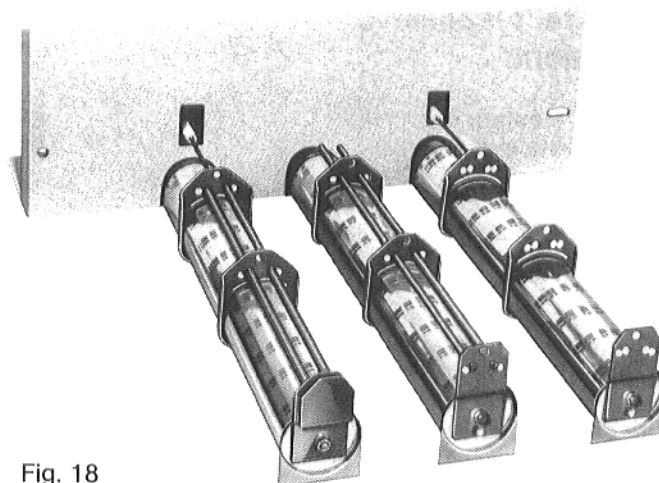

Fig. 18
- Per la pulizia delle rampe è necessario togliere le barre raffreddanti (vedi Fig. 18).
Fig. 18 a
Fig. 18 b
- a) Il posizionamento delle barre raffreddanti, a seconda del tipo di caldaia risp. grandezza della stessa, avvenga secondo la Fig 18 a.
- b) Alle rampe con l'ellettrodo d'accensione, vengano inserite le barre corte (vedi Fig. 18 b).
- Infilare le piastre d'arresto da sopra (Fig. 18).